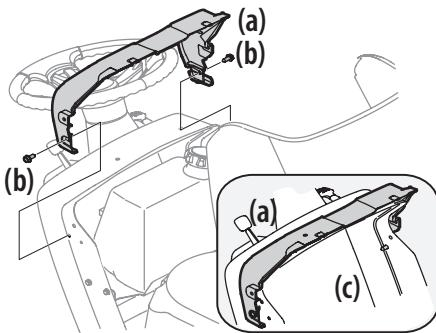

Figura 5
- Si la cubierta del tablero de instrumentos (a) fue despachada suelta, los elementos de ferretería para fijar la cubierta del tablero de instrumentos (a) se despachan instalados en la cubierta del tablero de instrumentos (a). Extraiga los dos pernos (b) que sujetan la cubierta del tablero de instrumentos (a). Consulte la Figura 5.
- Monte la cubierta del tablero de instrumentos (a) y alinee los orificios que están entre la parte superior del tablero de instrumentos y la cubierta del tablero de instrumentos. Consulte la Figura 5.
- Fije la cubierta del tablero de instrumentos (a) al tablero (c) con los pernos (b) que retiró en el Paso 1. Consulte la Figura 5.